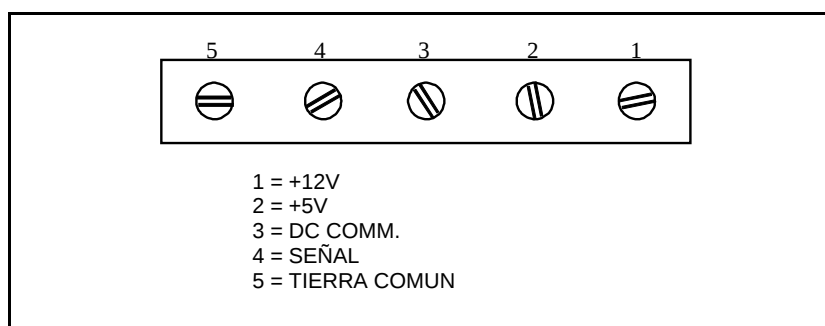

Figura 8-8. Identificación de Clavijas para el Conector de Detector de Productos
3. Instale los cables del detector del conector de la tarjeta. La identificación de las clavijas para conectar el detector se muestra en la Figura 8-8.